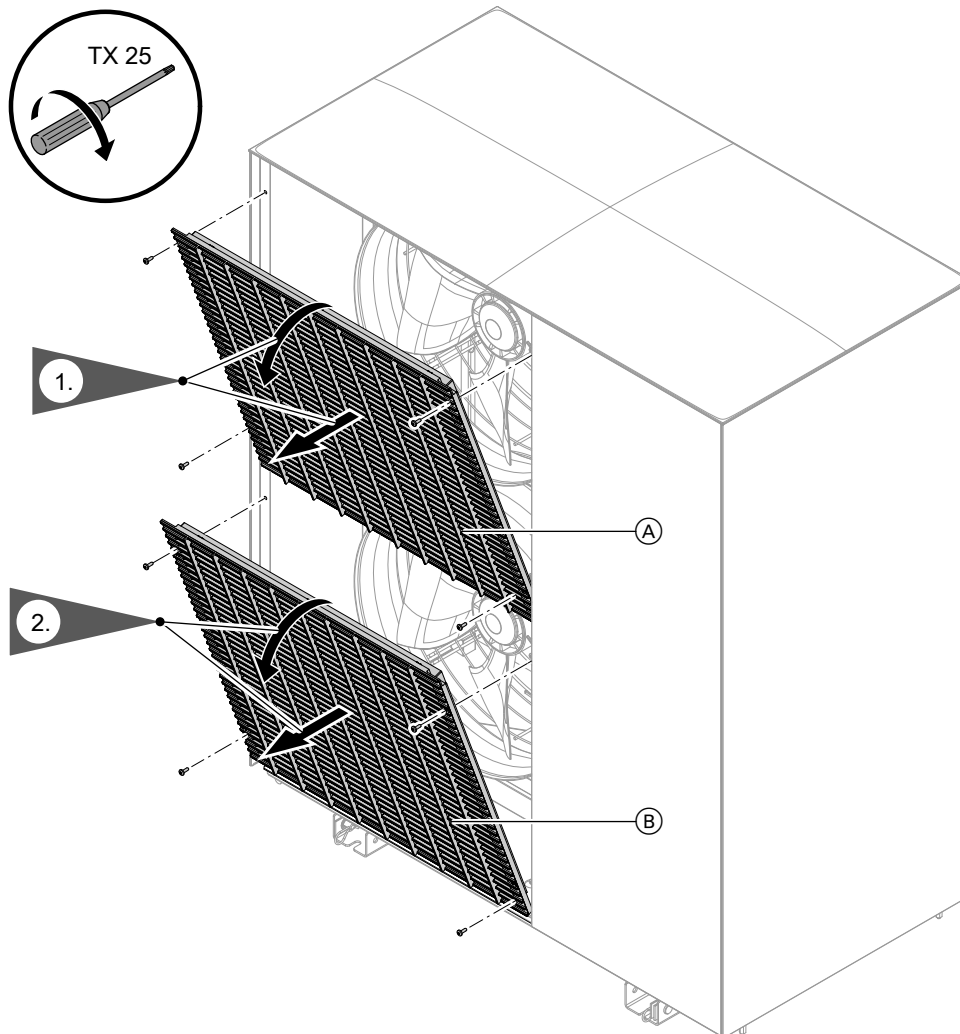

Abb. 105
2. Schutzgitter Ventilator abbauen: Siehe Abb. 105. Bei Außeneinheit mit 2 Ventilatoren: Nur Schutzgitter oberer Ventilator abbauen.
4. Schutzgitter Ventilator und Deckel abbauen: Siehe Abb. 105 und 104.
2. Schutzgitter Ventilatoren abbauen: Siehe Abb. 105.